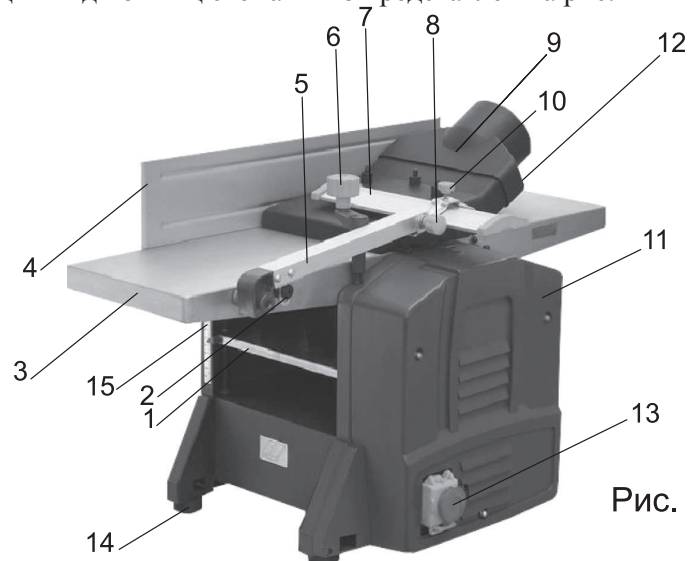
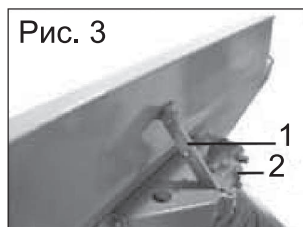

Рис. 1
Рис. 3
Общий вид ножниц схематично представлен на рис. 1
Перед тем как приступить к работе на станке, установите необходимую высоту стола строгального 3 (рис. 1) при помощи маховика установки глубины строгания 12 (рис. 1). Выбрав необходимую глубину строгания, установите защитную планку 7 (рис. 1), которая обеспечивает закрытие участка рабочего вала неиспользуемого в момент строгания, тем самым обеспечивая защиту от получения травм при работе.
Ослабьте винт фиксации 10 (рис. 1) так, чтобы защитная планка легко перемещалась; установите заготовку, прижав её к направляющей планке 4 (рис. 1), после чего переместите защитную планку 7 (рис. 1) до необходимо используемой ширины рабочего вала и зафиксируйте её винтом фиксации 10 (рис. 1). При изменении глубины строгания, необходимо изменить угол наклона защитной планки, ослабив винт регулировки угла наклона (8) защитной планки. Угол наклона направляющей планки можно установить с помощью шкалы угла наклона 1 (рис. 3), ослабив регулировочный винт 2 (рис. 3).
Внимание! Включение станка производится только при правильно установленной защитной планке 7(рис. 1).
Для того что бы осуществить строгание по высоте (рейсмусование), необходимо установить защитный кожух с патрубком пылесборника, затем установить рабочий стол рейсмуса 1 (рис. 1) по шкале 15 (рис. 1), рукояткой 6 (рис. 1) в положение соответствующие максимально толстому участку заготовки, после чего установить глубину строгания. Подача заготовки производится обрабатываемой стороной вниз по поверхности рабочего стола 1 (рис. 1), до момента захвата заготовки автоматической подачей. Во время прохождения заготовки не прилагайте особых усилий, при необходимости поддерживайте заготовку.